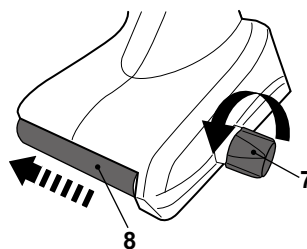

Fig. 3
- > Tournez le bouton d'ajustage (7) dans le sens contraire des aiguilles d'une montre pour décaler la bande (8) vers la gauche (fig. 3).